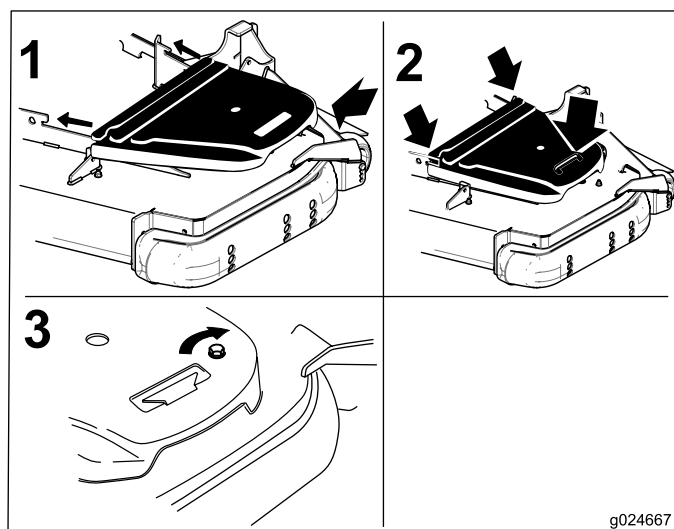

Bild 72
12. Bringen Sie die Riemenabdeckungen wieder an (Bild 72).